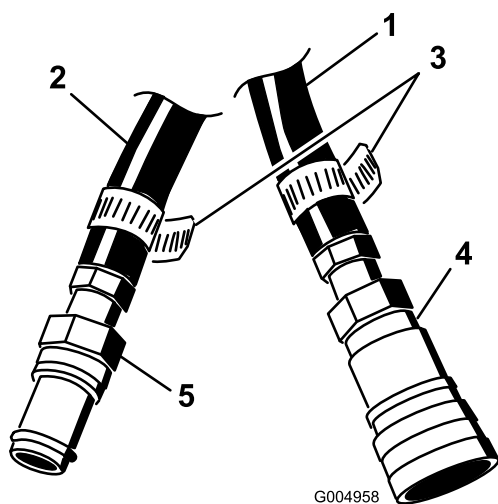

Figure 12
5. Insérez le bout cannelé d'un mamelon dans le flexible de pression et fixez-le avec un collier (Figure 12).
6. Insérez le bout cannelé d'un raccord rapide dans le flexible de retour et fixez-le avec un collier (Figure 12).